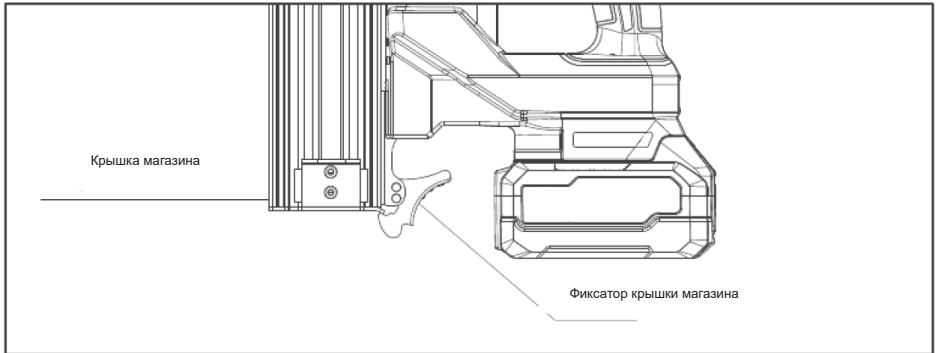

Рис. 22
- Полностью выгрузите крепёж из магазина (Рис.22).